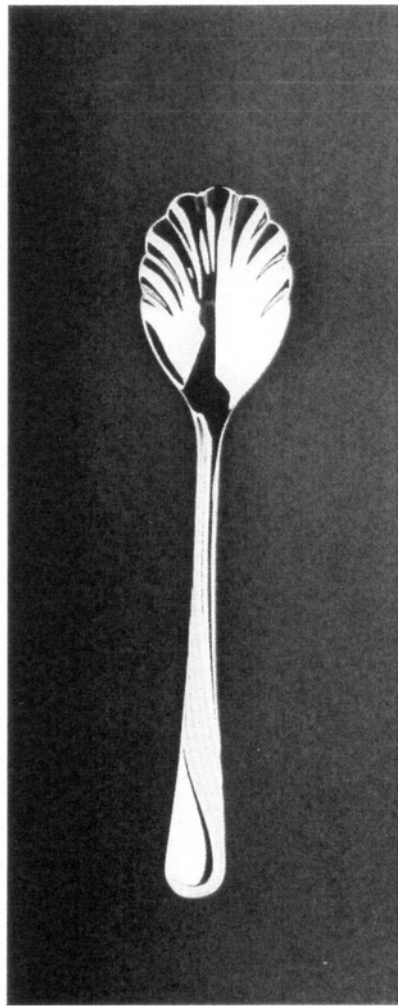

Fig. 1.1
- Fig. 1.1. przedstawia widok łyżeczki do cukru